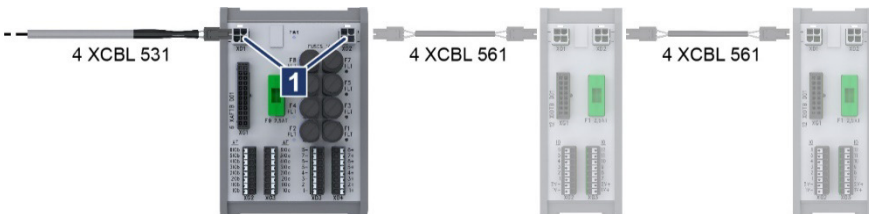

Abb. 6-8: Stromversorgung an XAFTB
3. Spannungsversorgungskabel 4 XCBL 531 am Anschlussbock XAFTB in Buchse XD1 stecken (→ Abb. 6-8/1).